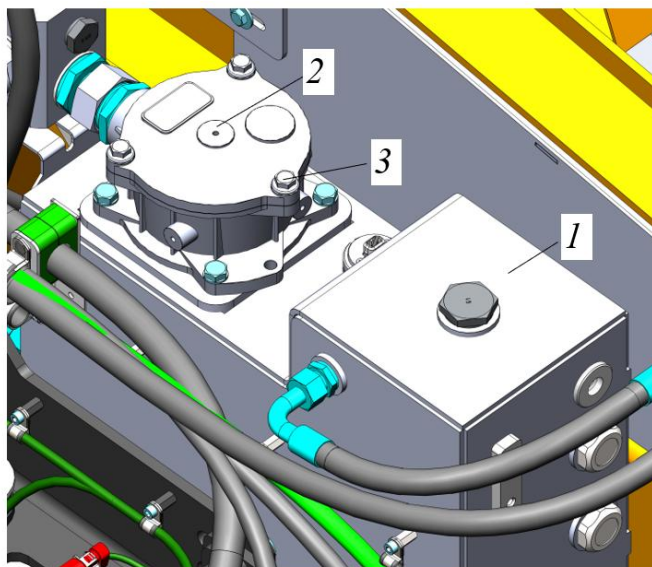

Рисунок 5.56. Замена фильтра в сливной линии
- ▶ Очистить крышку фильтра 2 и зону рядом с ней от загрязнений, рис. 5.56.
- ▶ Установить крышку фильтра 2, предварительно заменив уплотнение, рис. 5.56.